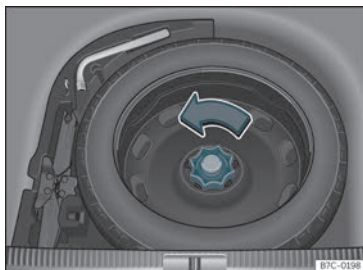

Fig. 197 No maleteiro: piso de carga alzado.
- Xire a roda no sentido contrario ás agullas do reloxo»» fig. 197.